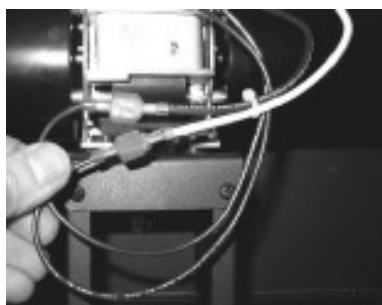

FIG. 2
4. Débranchez les fils du moteur de ventilateur. **(Fig. 2)** Enlevez le ventilateur de la braquette.